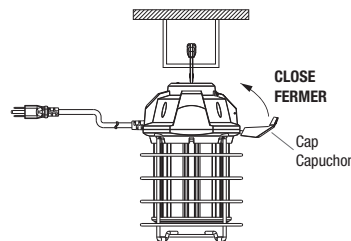

Fig. 2
4. Close the cap if there is no need to daisy chain other luminaires (Fig. 2).
4. Réfermez le capuchon si vous ne connectez pas des luminaires en série (Fig. 2).